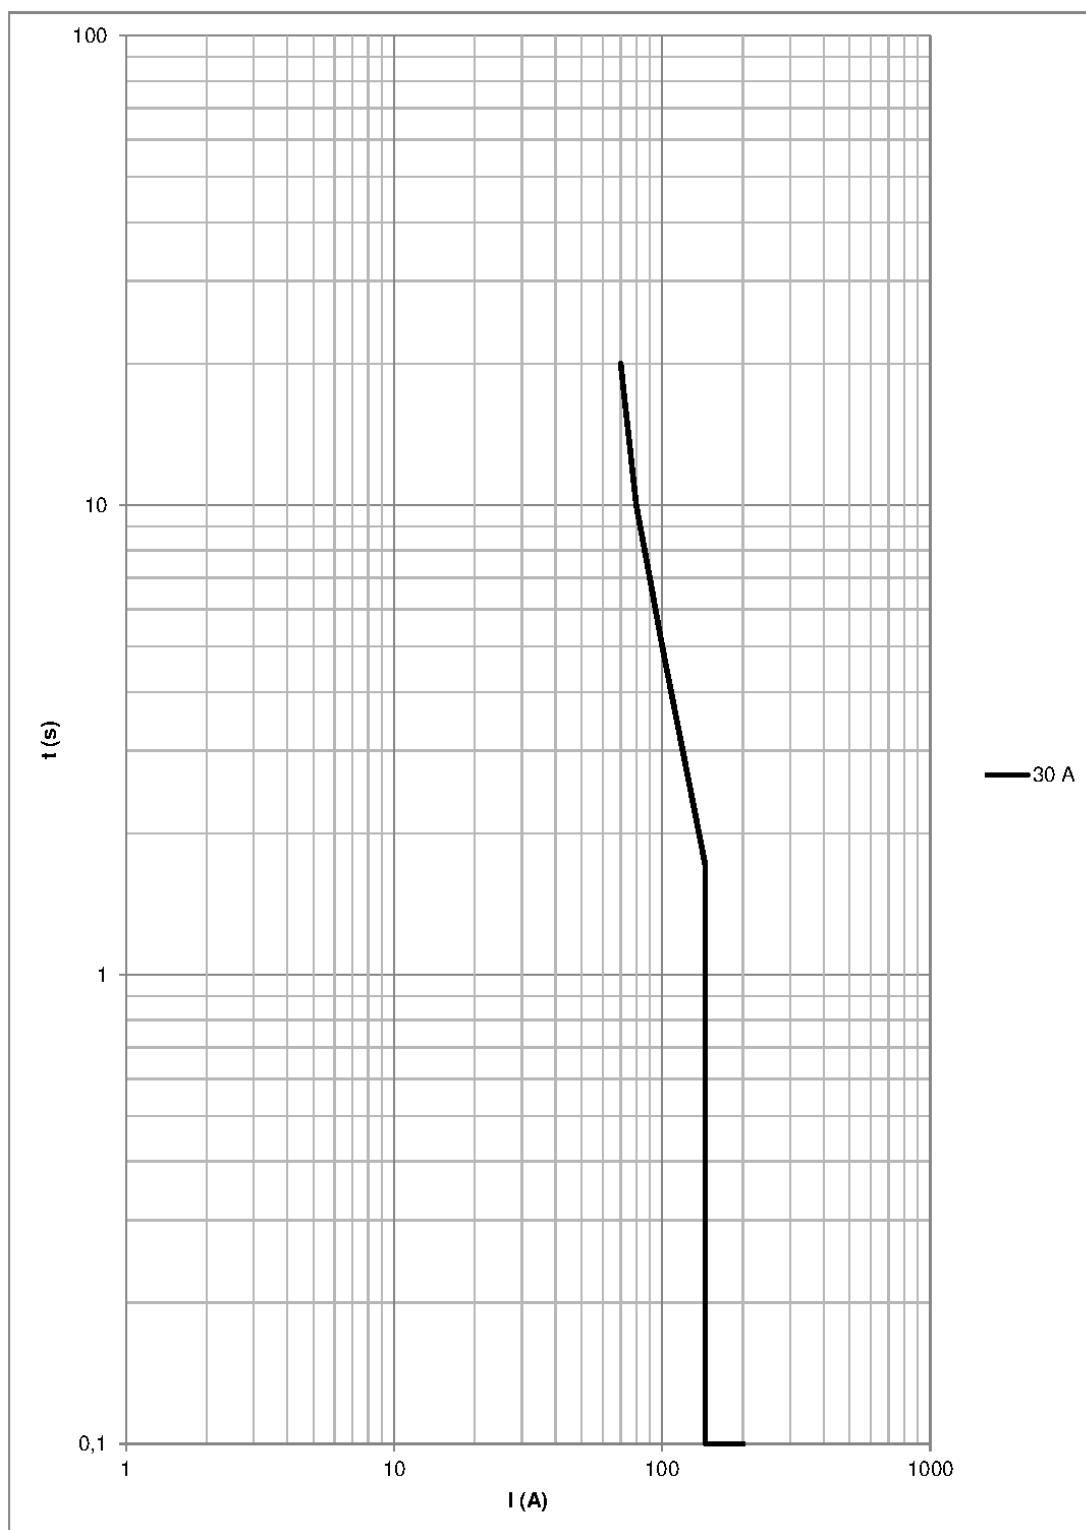

Figura 1 - Curva tempo x corrente de disjuntores
2.3. Traçar na figura 1, em escala logarítmica, a curva correspondente à primeira coluna da tabela 3.